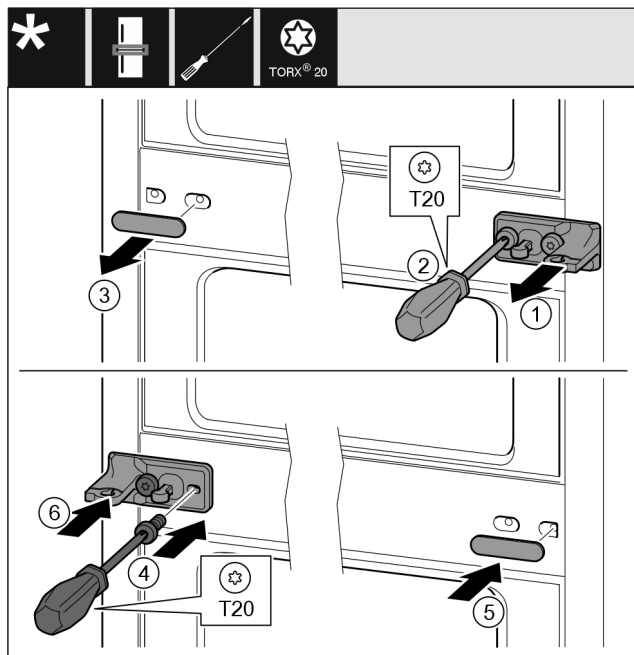

Fig. 11
- ▶ Αφαιρέστε τη ροδέλα. Fig. 11 (1)
- ▶ Ξεβιδώστε τις βίδες με κατσαβίδι T20. Fig. 11 (2)
- ▶ Τραβήξτε προσεκτικά έξω το κάλυμμα. Fig. 11 (3)
- ▶ Βιδώστε το στήριγμα με τη μεμβράνη περιστρέφοντάς το 180° στην άλλη πλευρά. Fig. 11 (4)
- ▶ Εφαρμόστε το κάλυμμα περιστρέφοντας το κατά 180° στην άλλη πλευρά. Fig. 11 (5)
- ▶ Περάστε τη ροδέλα από μπροστά. Fig. 11 (6)